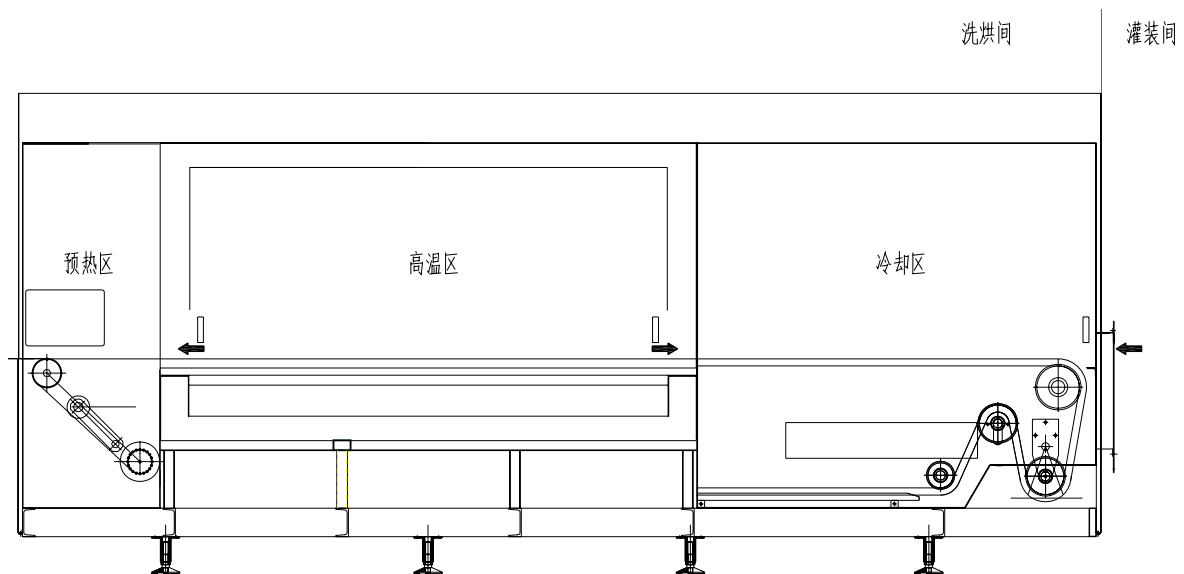

图 2-10 隧道内空气流向
为了监测电加热器，所有加热元件的连接都均匀地分布在三个相位上。高温灭菌区内加热元件的电耗可进行测量并显示在面板的电流表上（见图 2-10 中间面板的电流表）。
- ① 隧道烘箱安装于洗瓶烘箱间，其环境的要求是 G.M.P 十万级。
- ② 烘箱的进口处于 10 万级环境，烘箱瓶子的出口处于百级灌装间；
- ③ 烘箱的操作是在层流百级条件下完成作业；
- ④ 烘箱和灌装间均是百级，灌装间百级高于烘箱百级，其相对风压是+0~2Pa，但其流向是灌装间风压 $\geq$ 烘箱风压 $\geq$ 洗瓶间风压（见图 2-10 隧道内空气流向）。
- ⑤ 灌装间对洗瓶间的风压按 G.M.P 的规定要求大于 10~15Pa；
- ⑥ 依据灌装间对洗瓶间的风压 $\geq$ 10~15Pa，且为平衡风压，再调整烘箱的各区的风压。
- ⑦ 风压的大小依据系统送风和排风量的大小予以调节。